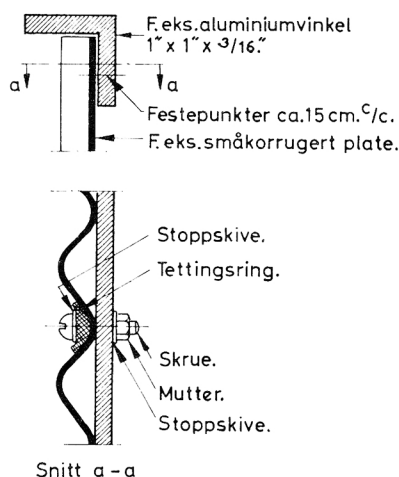

Fig. 253. Eksempel på feste av plate til profil med skruer og mutter. Mål 1 : 2
- 253 Platene festes til profilene med skruer og muttere, blindnagler eller selvgjengende skruer, fig. 253. Feste-metoder er også vist i fig. 26 a og b. Mellom plate og skruerhoder bør det være tetningsskiver av neoprene eller visse typer plast. Avstanden mellom festepunktene bør ikke være over ca. 15 cm c/c. Monteringsmåten for de forskjellige platetyper kan variere, og en bør følge monteringsanvisningene fra produsenten.